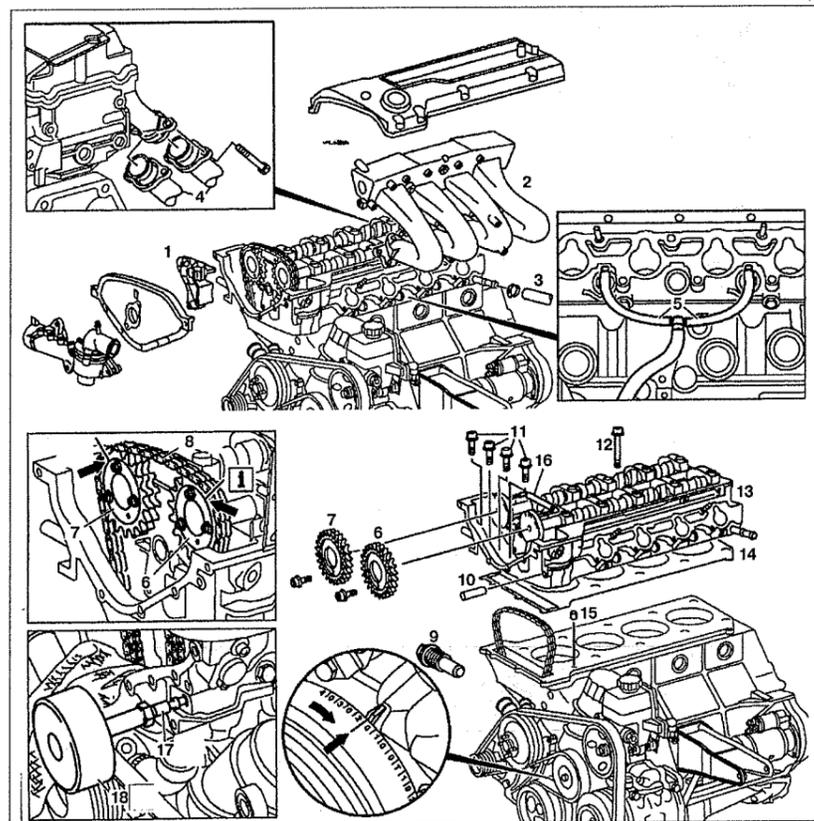

Рис.2.8. Головка блока цилиндров:
1. Снимите направляющую цепного привода 1 с головки блока цилиндров (см.рис.2.8).